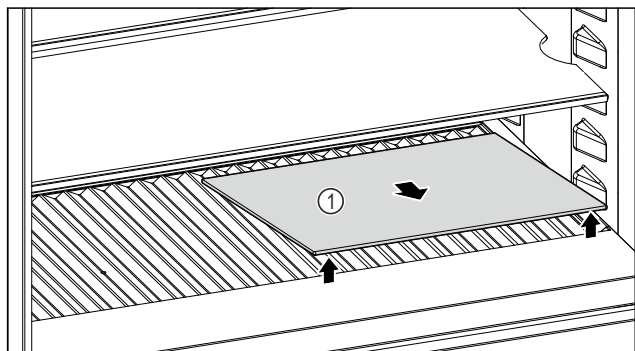

Fig. 206
- Повдигнете стъклената плоча Fig. 206 (1) при прореза отпред и извадете.
- Съхранявайте стъклената плоча Fig. 206 (1) на сигурно място извън уреда.